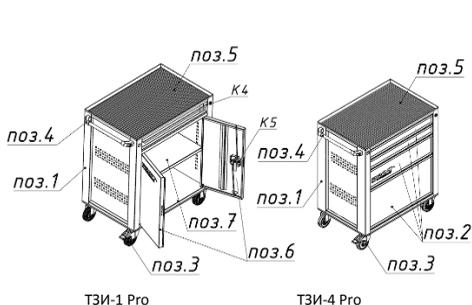

Рис. 1 Тележка инструментальная
- 3.1. Тележка инструментальная (рис. 1) состоит из металлического корпуса (поз. 1), выдвижных ящиков (поз. 2), дверей (поз. 6). Двери устанавливаются только для ТЗИ- 1 Pro и фиксируются с помощью замка. Ящики фиксируются с помощью механизма центрального замка.